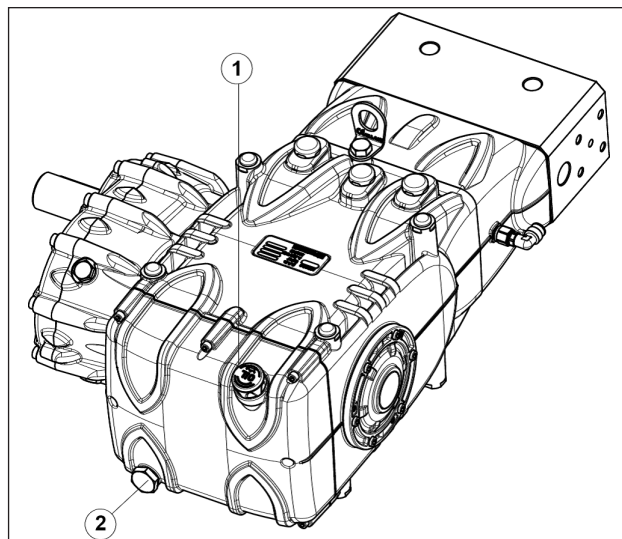

Fig. 3
Controlar el nivel de aceite y si es necesario repostar con el nivel de aceite pos. ①, Fig. 3.
El control correcto del nivel de aceite se realiza con la bomba a temperatura ambiente, el cambio de aceite va realizado con la bomba a temperatura de funcionamiento retirando el tapón pos. ②, Fig. 3.
Introducir una sonda de temperatura en el tapón de descarga del aceite pos. (2) fig.3. Consultar el manual "PROTECCIÓN ANTIDFLAGRANTE ATEX".